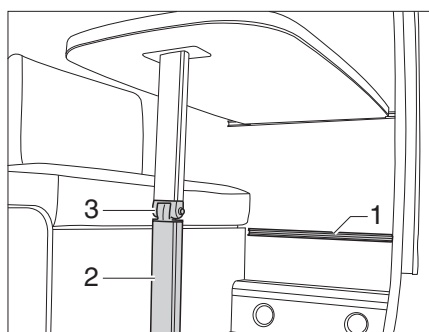

Fig. 36 Table suspendue avec un pied d'appui à joint
- Déverrouiller le pied de table (Figure 36,2) au niveau de l'articulation et le replier.
- Accrocher la table suspendue dans le rail d'accrochage inférieur (Figure 36,1) et la poser sur l'articulation du pied de la table (Figure 36,3).